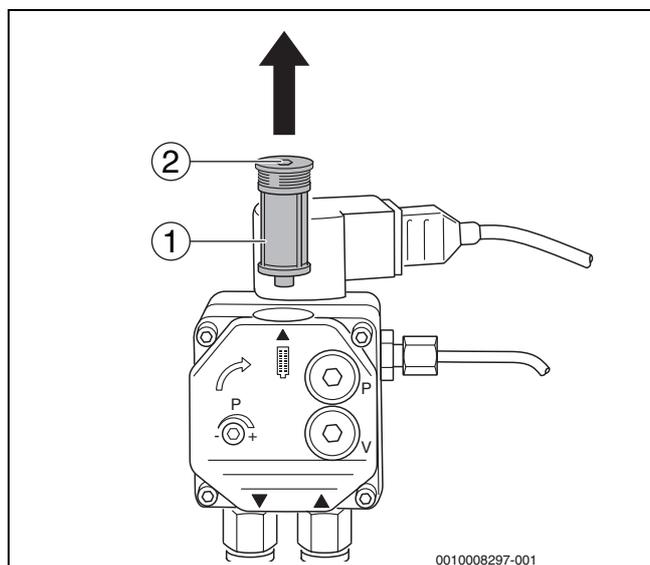

Bild 30 Ölpumpenfilter prüfen – Ölpumpe Danfoss
- ▶ Die Innensechskantschraube an der Oberseite (→Bild 30, [2]) lösen.
- ▶ Ölpumpenfilter (→Bild 30, [2]) nach oben herausziehen.
- ▶ Ölpumpenfilter (→Bild 30, [1]) mit Waschbenzin reinigen, gegebenenfalls austauschen und wieder in die Ölpumpe einbauen.